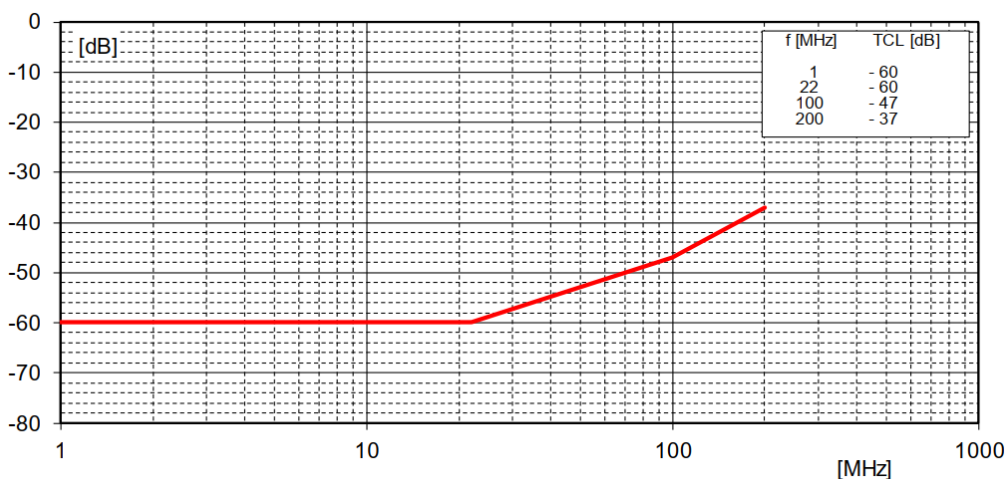

图 5-33 TC8 上 ECU 的 MDI 模式转换损耗门限
(2) TC8: OPEN Alliance Automotive Ethernet ECU Test Specification 规定，DUT 配置为从模式且端接电阻为 100Ω下，DUT 不能发送任何的数据，MDI 模式转换损耗应在下述规定的范围中，如图 5-33 所示。